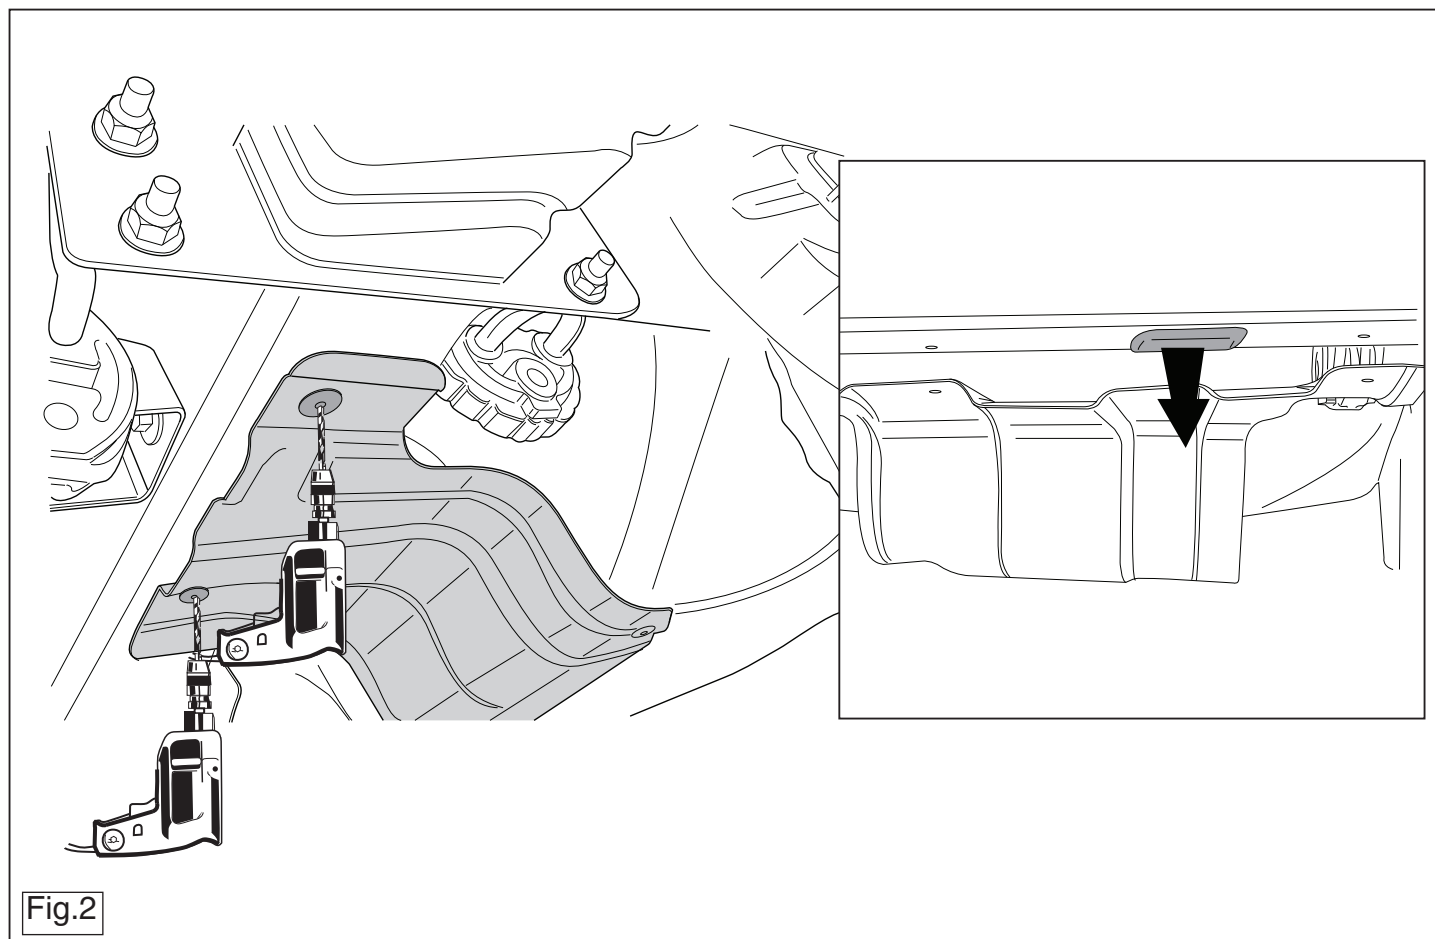

Fig.2
3. Verwijder t.p.v. de aangegeven punten de rubberen doppen (zie fig. 2).
2. Remove the back exhaust silencer and loosen the heat shield. (See figure 2).
3. Remove the rubber caps at the points indicated (see fig. 2).
2. Den hintersten Auspuff-Schalldämpfer abmontieren und das Hitzeschild lösen. (Siehe Abbildung 2).
3. Bei den angegebenen Punkten die Gummikappen entfernen (siehe Abb. 2).
2. Démontez l'échappement du silencieux arrière et détachez le bouclier thermique. (Voir la figure 2).
3. Enlever les bouchons en caoutchouc à l'emplacement des points indiqués (voir la fig.2).
3. Avlägsna gummitäckningarna vid de markerade punkterna (se fig. 2).
2. Demonter den bageste lydpotte og løsn varmeskjoldet. (Se fig. 2).
3. Fjern gummikapslerne ved de markerede punkter (jævnfør fig. 2).
2. Снять последний глушитель выхлопа и теплозащитный экран. (См. рисунок 2).
3. Удалить резиновые пробки в указанных точках (см. рис. 2).